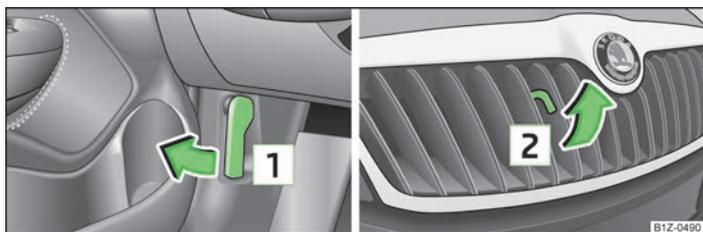

Fig. 131 Palanca de desbloqueo del capó/rejilla del radiador: Palanca de desbloqueo
➤ Tirar de la palanca de desbloqueo ubicada debajo del cuadro de instrumentos  » fig. 131.
- Tirar de la palanca de desbloqueo en la dirección de la flecha  » fig. 131 para desbloquear el capó.